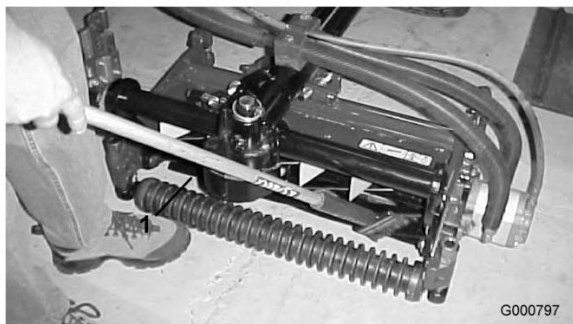

図 71
8. 長柄のブラシ (Toro P/N29-9100) で、ラッピングコンパウンドを塗布しながら作業する。どんな場合でも短い柄のブラシは使用しないこと (図 71)。